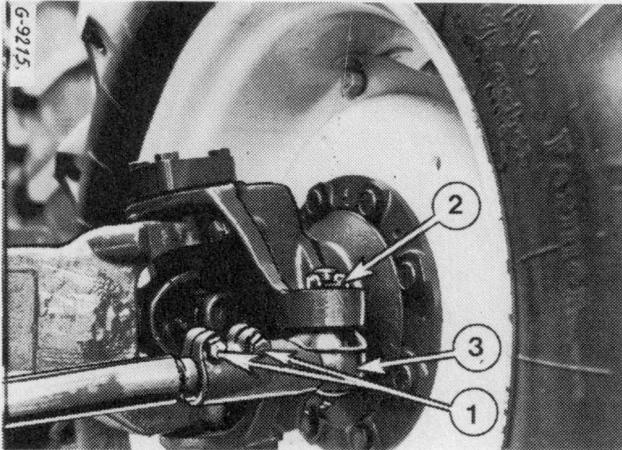

Figure 94
- Desserrez le collier (1) fig. 94 ou 94a.
- Démontez l'écrou crénelé (2) et, suivant le cas, vissez ou dévissez la rotule (3) sur la barre d'accouplement de manière à obtenir le pincement correct.